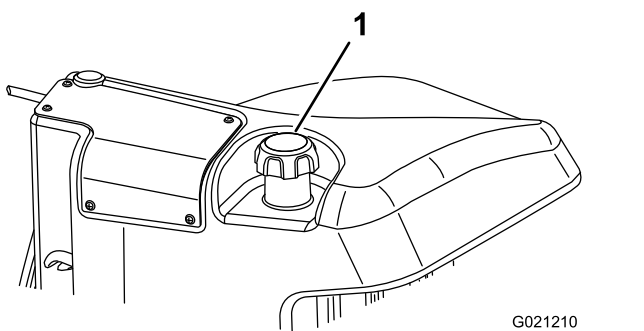

Figura 28
3. Retire el tapón del depósito de combustible (Figura 28).